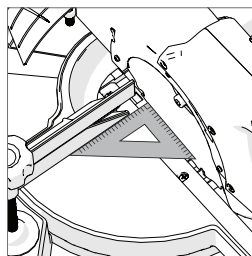

Fig. 19
- Accertarsi che la testina di taglio si trovi sempre nella posizione di bloccaggio più bassa e che il perno di arresto sia completamente scattato in posizione. (vedi Fig. 19)
- Posizionare la squadra graduata sul tavolo, facendo in modo che l'estremità corta poggi sul tavolo e l'altra estremità sulla lama di taglio (non sulle punte TCT). (Fig. 19)